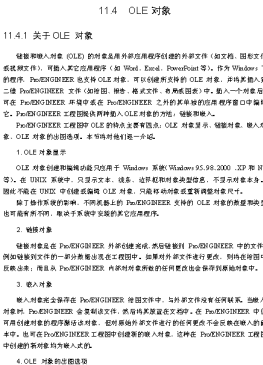

图 9.4.5 插入 Word 文档
- Step4. 单击 **文件(F):** 选项下的 **浏览(B)...** 按钮，在路径 D:\proewf5.7\work\ch09.04.03 中找到文档“proewf 5.0 工程图.doc”并打开，选中 ☒ **链接(L)** 复选框，单击对话框的 **确定** 按钮，此时在绘图区会出现图 9.4.5 所示的 Word 文档。